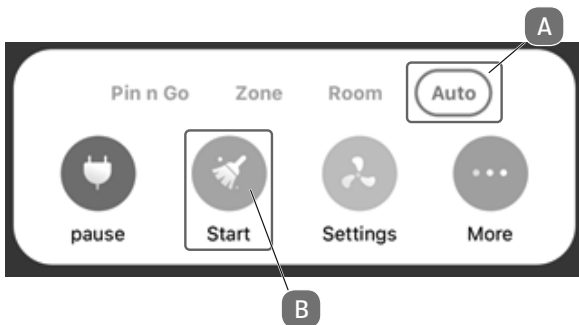

Abb. 14
- Um eine Karte Ihrer Räumlichkeiten anzulegen, muss der Roboter eine Erkundungsfahrt starten. Klicken Sie hierzu wie auf **Abb. 14** dargestellt im AUTO-MODUS (**A**) auf START (**B**).